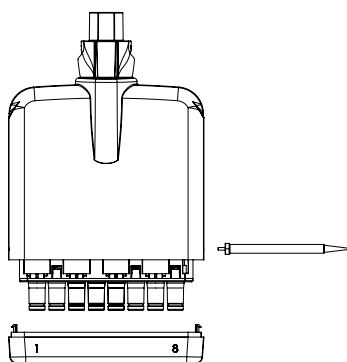

Bild 2
2. Führen Sie das Werkzeug in die beiden Löcher im Kragen ein, um die unteren Schnappverschlüsse des Kragens zurückzudrücken (Bild 2).